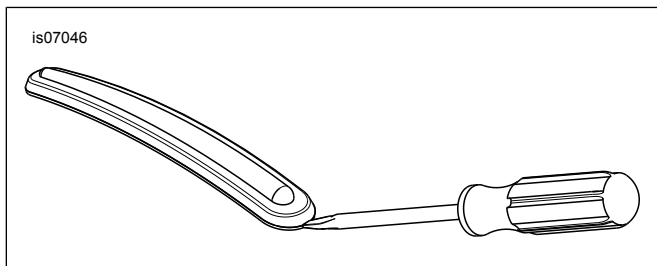

Figura 2. Neħhi l-istrixxa tat-trim tal-Fender
- b. Ara Figura 2 . Daħħal il-ponta tat-tornavit bejn il-bezel tal-kromju u l-istrixxa tat-trim tal-gomma.